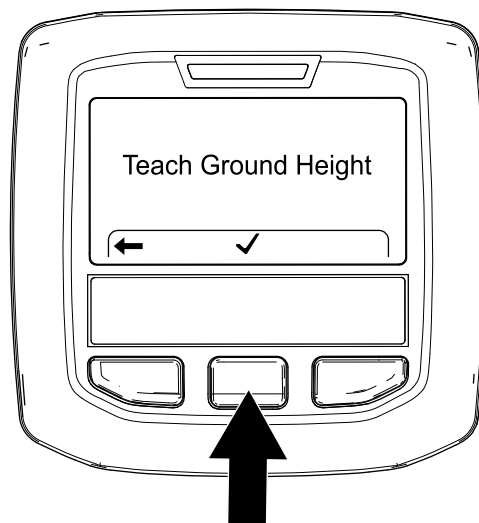

Bild 66
4. Drücken Sie auf dem Bildschirm „Bodenhöhe einlernen“ (Bild 66) die mittlere InfoCenter-Taste.